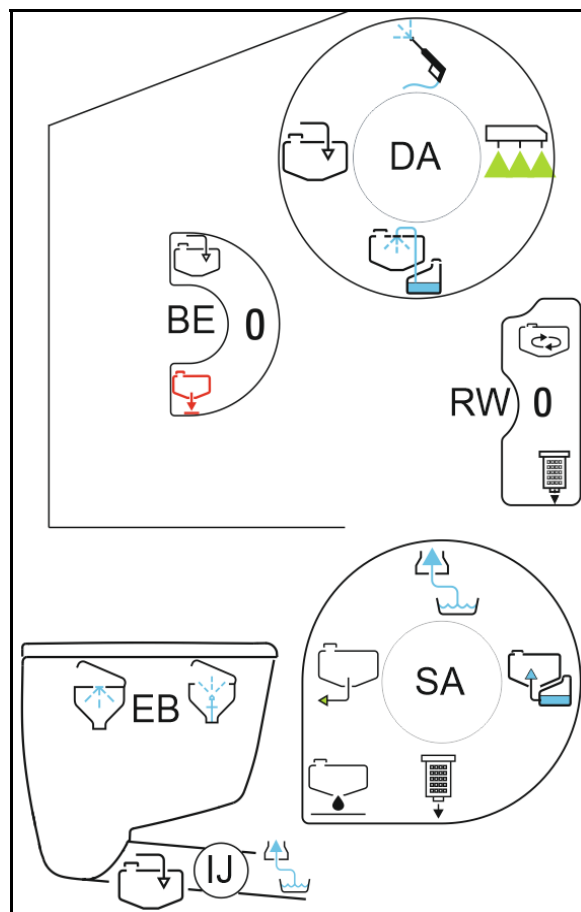

図 117
2. 圧力フィルター (図 117 /1) を取り外して、水で洗います。